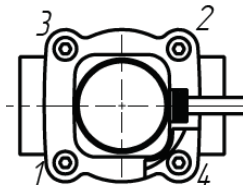

Рис. 2
- 5) Затянуть 4 болта М4 в определенной последовательности согласно Рис. 2. Усилие затяжки 0,5 Н·м.